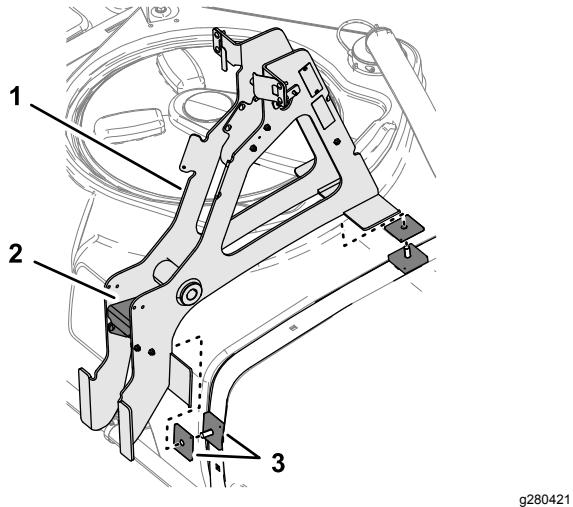

Figura 3
- Monte um espaçador quadrado grosso e um espaçador quadrado fino sobre os dois parafusos previamente instalados (Figura 3).
- Retire e guarde os 4 parafusos e porcas que prendem a placa guia ao conjunto da estrutura de suporte principal (Figura 3).
- Instale estrutura de suporte principal sobre os espaçadores quadrados e parafusos de carroçaria como se mostra na Figura 3.